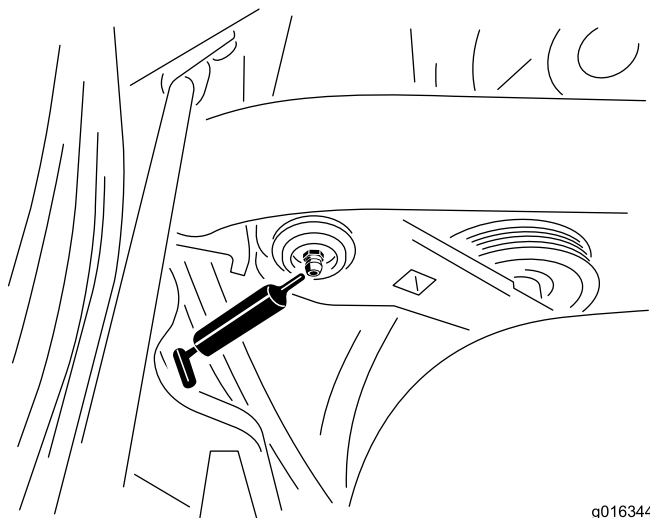

Figura 39
1. Pulite i raccordi di ingrassaggio in modo da evitare che corpi estranei possano entrare nel cuscinetto o nella boccola (Figura 39).